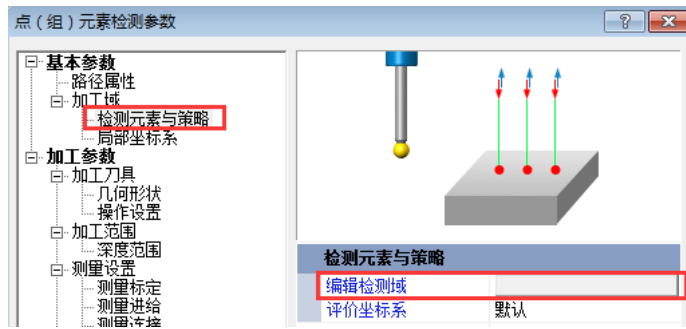

图 7 编辑检测域
- 3、点（组）元素检测参数界面设置→编辑检测域（如图 7）；